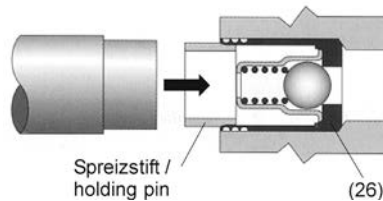

Abb. 1 / fig. 1
Beim Zusammenbau das neue Ventil (26) zuerst bündig in die Bohrung einschieben, anschließend den Spreizstift mit einem Werkzeug (Hammer oder Presse) bündig einpressen (Abb. 1).
The holding pin is also to be inserted in a straight line, but with the help of a tool (hammer or insert tool-see fig. 1).